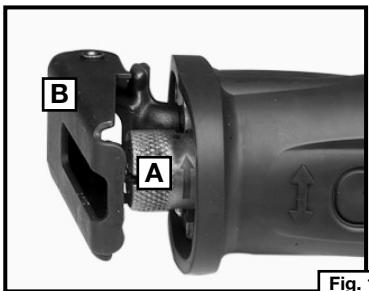

Fig. 1
1. L'arbre à mouvement alternatif doit être entièrement déployé pour donner accès au collier de dégagement de lame Quik-Change™ (A) Fig. 1. Au besoin, appuyez délicatement sur l'interrupteur à gâchette pour mettre l'arbre à mouvement alternatif à sa position la plus extérieure (comme illustré à la Fig. 1).
2. Faites pivoter la semelle de guidage (B) Fig. 1 vers l'avant pour améliorer l'accès au serre-lame.